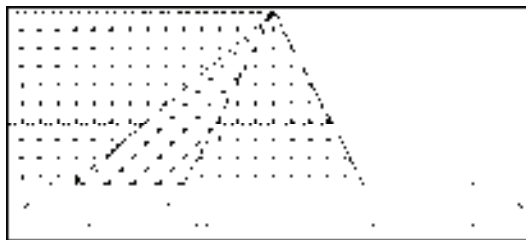

图 13-201 修剪线段
10) 按〈Enter〉键，在弹出的“图案填充和渐变色”对话框中将填充角度修改为-45°，绘制填充图案的结果如图 13-201 所示。